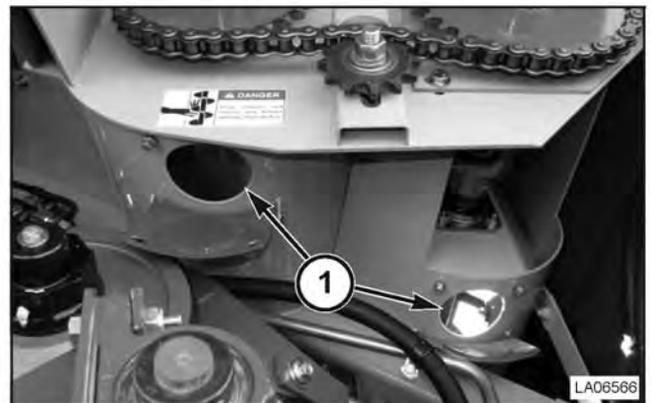

FIG. 221
FIG. 221: la tapa (1) se ubica sobre el extremo derecho del tanque de granos. La tapa puede abrirse para limpiar los canales del sinfín o para drenar el tanque al lavar la cosechadora.